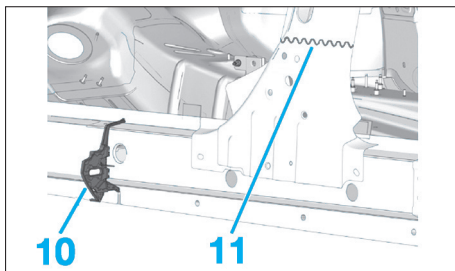

FIG. 88
- Positionner l'insert (10) (Fig.88).
- Appliquer une colle de calage zone (11).